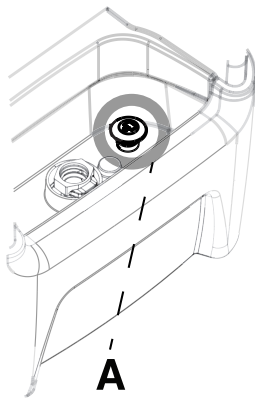

Fig. 8-24: Udtømningsprop
3. Tøm regulatoren ved at trække op i regulatorens udtømningsprop (A) for at åbne afløbet (Fig. 8-24 på side 8-42). Lad afløbet være åbent.